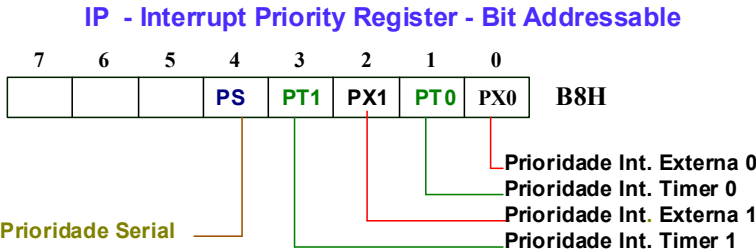

Figura 18 – Registrador *Interrupt Priority* (IP). Deve-se colocar o flip-flop em '1' para aumentar o nível de prioridade da fonte de interrupção correspondente.
Contudo, a ordem de prioridade de atendimento das interrupções apresentadas na Tabela 10 pode ser inadequada em um dado projeto. O registrador *Interrupt Priority* (IP) apresentado na Figura 18 permite alterar a prioridade *default* de atendimento das interrupções (todas elas possuem nível de prioridade 0 quando o 8051 é resetado). Ao setar um dos flip-flops, a interrupção correspondente passa a ter maior prioridade de atendimento (nível de prioridade 1). Se neste registrador, dois flip-flops são setados, as interrupções correspondentes tem maior prioridade (nível de prioridade 1) que as de prioridade 0; entre as interrupções de nível de prioridade 1, a maior prioridade de atendimento obedece a ordem da Tabela 10.